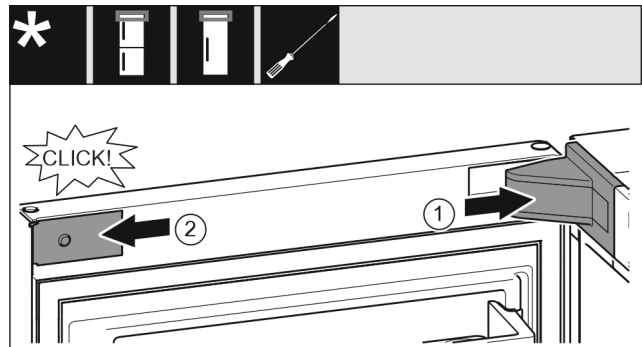

Fig. 34
- ▶ Așezați apărătoarea suporturilor de lagăr și fixați-o în poziție, după caz, desfaceți-o prin apăsare cu precauție. Fig. 34 (1)
- ▶ Aplicați și fixați în poziție masca. Fig. 34 (2)